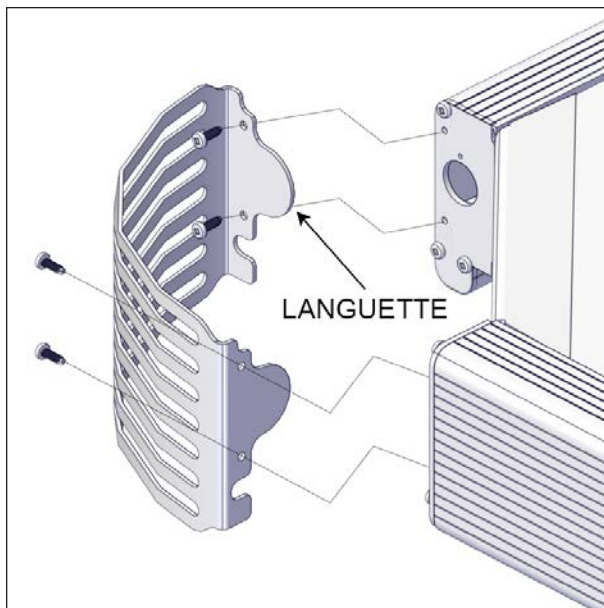

FIGURE 60: INSTALLATION DES MOULURES DE COIN
4. Utiliser un tournevis à pointe carrée n° 2 de 6 po de longueur pour fixer les moulures de coin (gauche et droite) aux supports de moulures de coin à l'aide des vis n° 8 x 1/2 po, voir Figure 60.